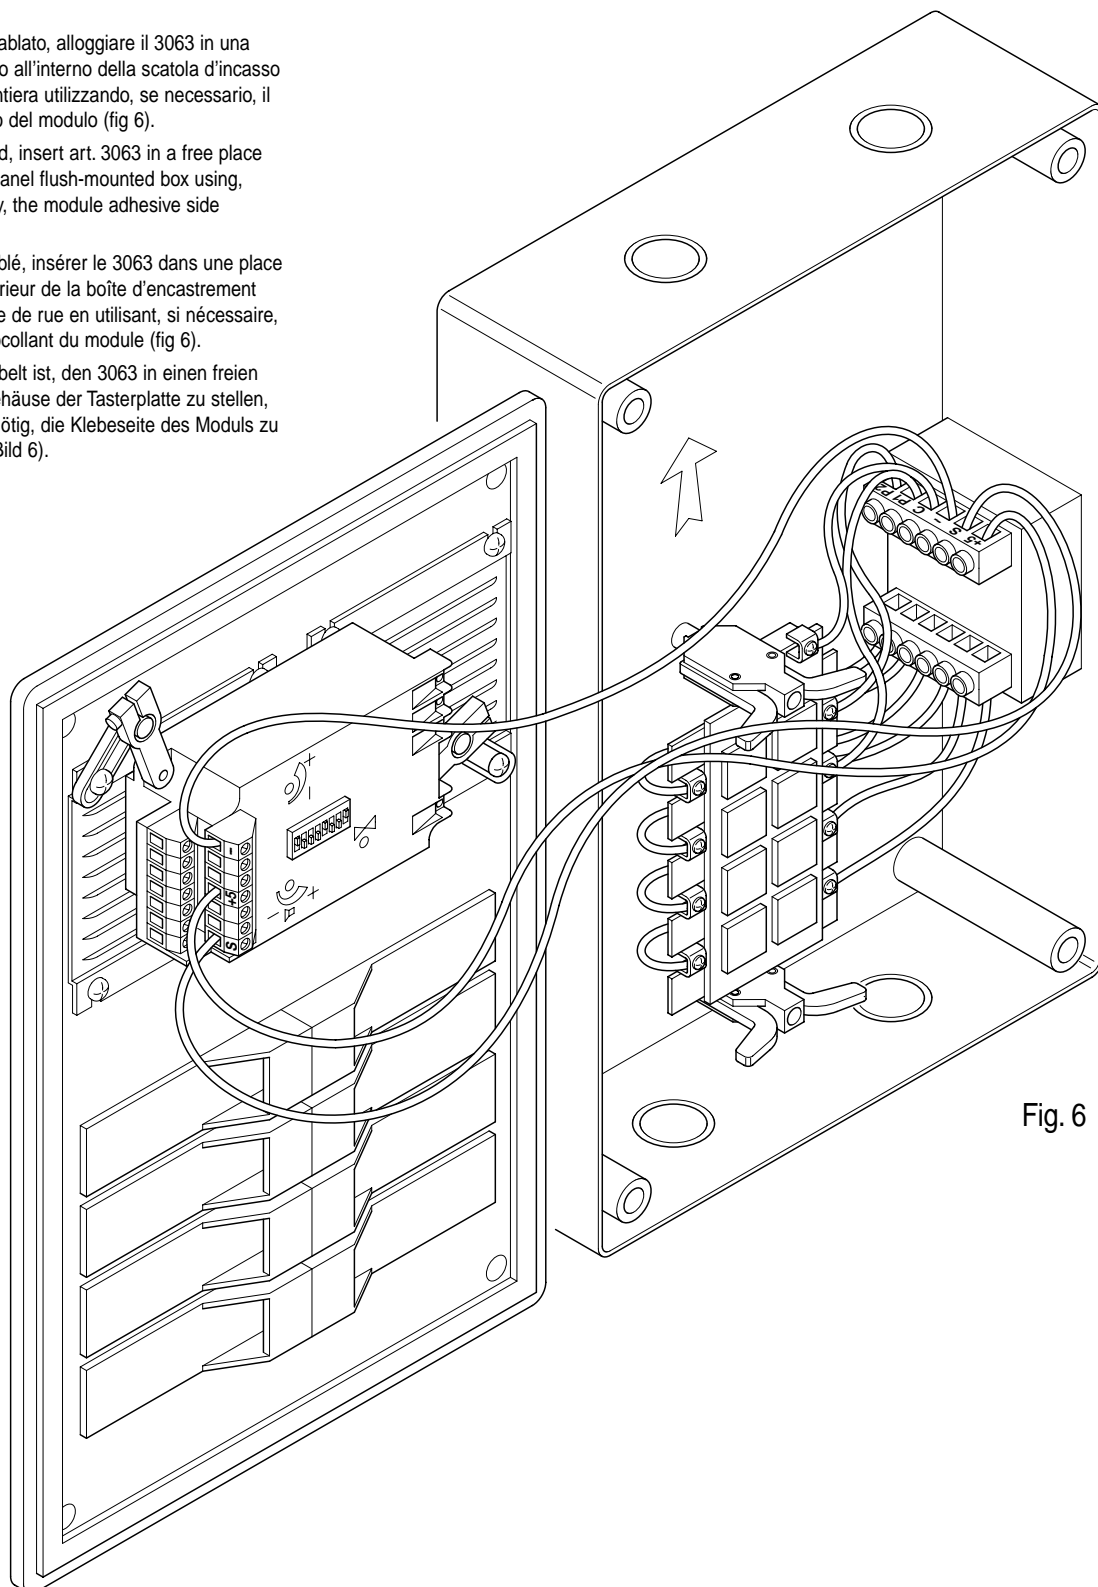

Fig. 6
6. Una volta cablato, alloggiare il 3063 in una spazio libero all'interno della scatola d'incasso della pulsantiera utilizzando, se necessario, il lato adesivo del modulo (fig 6).
6. Une fois câblé, insérer le 3063 dans une place libre à l'intérieur de la boîte d'encastrement de la plaque de rue en utilisant, si nécessaire, le côté autocollant du module (fig 6).
6. Als er gekabelt ist, den 3063 in einen freien Platz im Gehäuse der Tasterplatte zu stellen, und wenn nötig, die Klebeseite des Moduls zu benutzen (Bild 6).